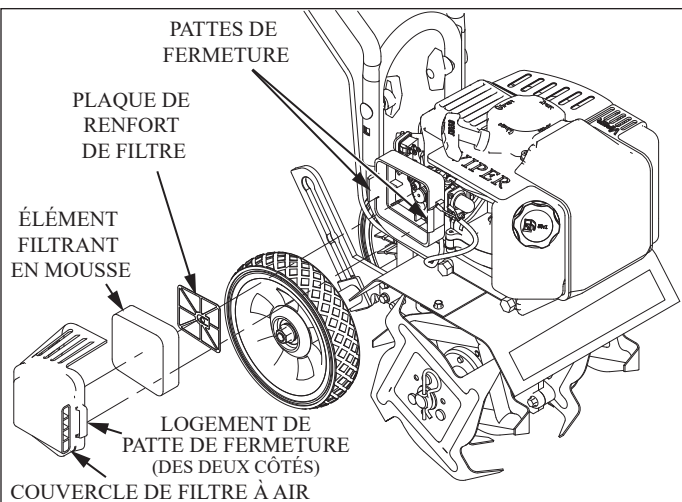

FIGURE 9
2. Pour déposer le couvercle de filtre à air, appuyer sur les pattes de fermeture de part et d'autre du couvercle. **VOIR FIGURE 9.**